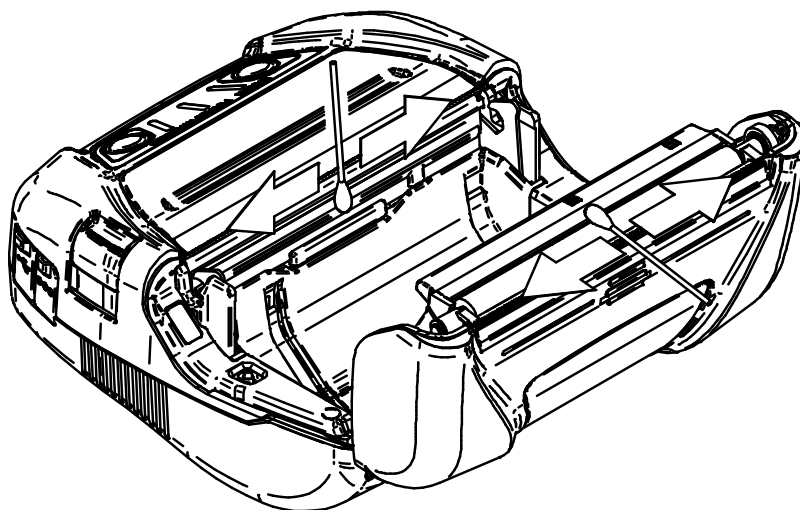

Figura 18-1 Pulizia di testina termica/rullo di trascinamento
- (3) Aprire il coperchio della carta.
- (4) Pulire la testina termica, il rullo di trascinamento o i piedini in gomma con un batuffolo di cotone inumidito con una piccola quantità di alcool etilico. (Vedere la Figura 18-1.)